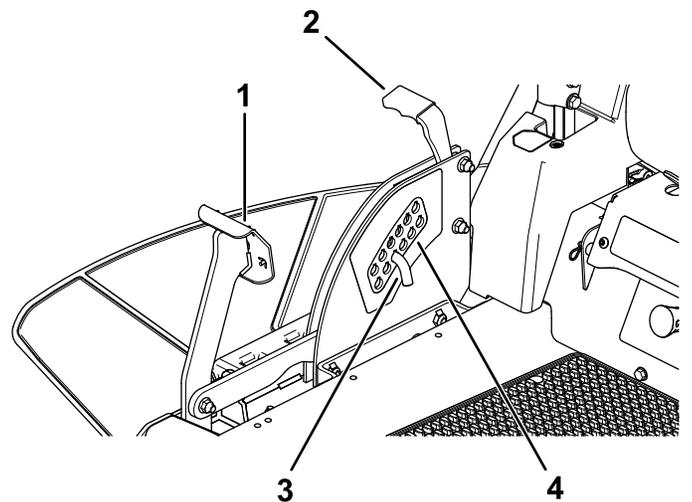

Figura 29
1. Pise el pedal de elevación de la carcasa y eleve la carcasa a la posición de bloqueo de transporte (que es también la posición de altura de corte de 114 mm [4½"]) (Figura 29).
2. Para ajustar la altura de corte, retire el pasador del soporte de altura de corte (Figura 29).
3. Seleccione el taladro del sistema de altura de corte que corresponde a la altura de corte deseada, e inserte el pasador (Figura 29).